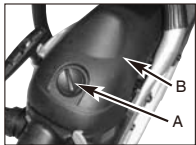

Fig. 18A
2. Fjern knotten (A) som holder luffilterdekslet på plass, fjern øvre deksel (B) ved å løse skruene på dekslet. Dekslet kan løftes av. (Fig. 18A)